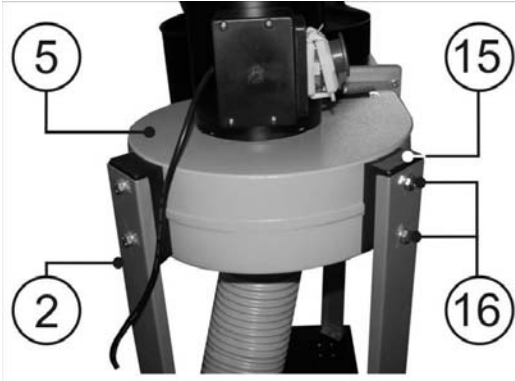

Рис.3
8.3. Закрепите две опоры (2) с колодками (15) на корпусе вентилятора болтами, а две другие опоры (2) с колодками (17) и ручкой (18) - на корпусе фильтра (11), Рис.3,4.